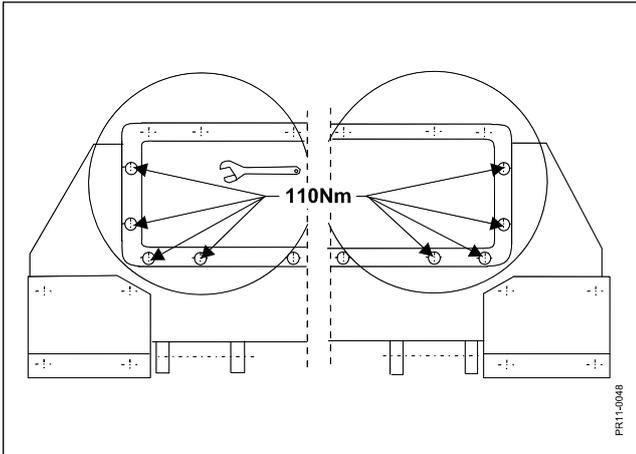

Fig. 5-4
- Fig. 5-4** Vérifier le serrage des vis du lamier 110 Nm ainsi que la fixation du lamier.